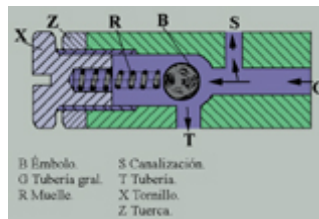

Fig. 11
- **Válvula limitadora de presión (fig. 11)**